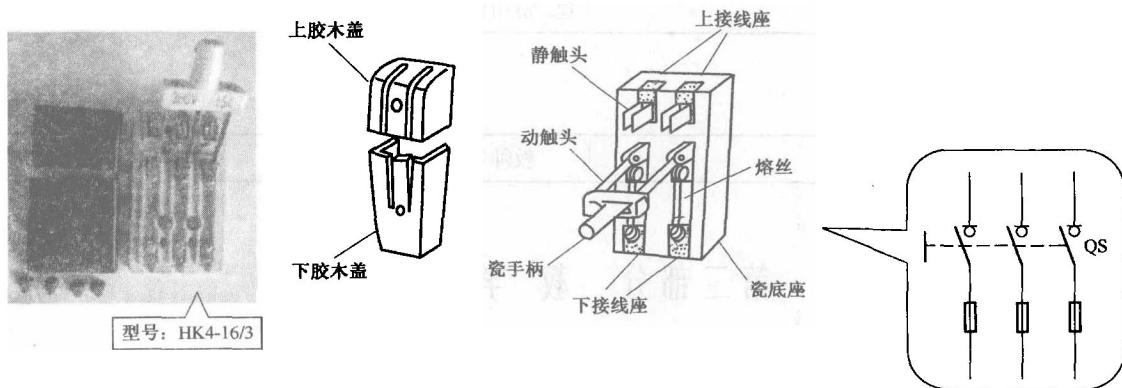

图 1-1 胶盖开关的实物图、结构图及图形符号
① 开启式负荷开关。常用的胶盖开关为开启式负荷开关，常用于电器照明电路、电热回路和小于 5.5kW 的电动机控制线路中。
a. 胶盖开关的型号、实物图及结构图。胶盖开关的型号为 HK 系列，其实物图、结构图及图形符号如图 1-1 所示。